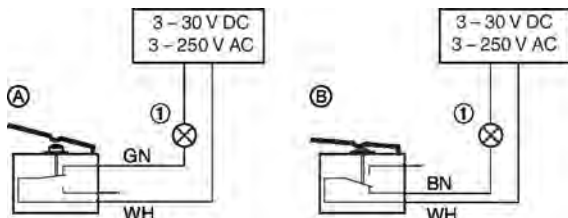

Fig. 143: Kabling av endebryter, eksempel
- Endebryter må kobles i henhold til kablingseksemplene Fig. 143